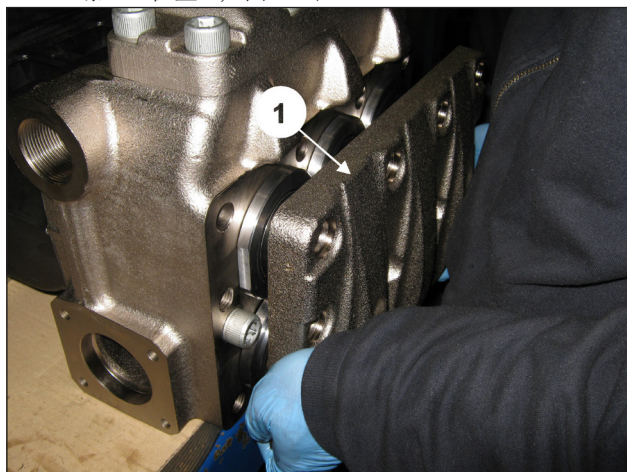
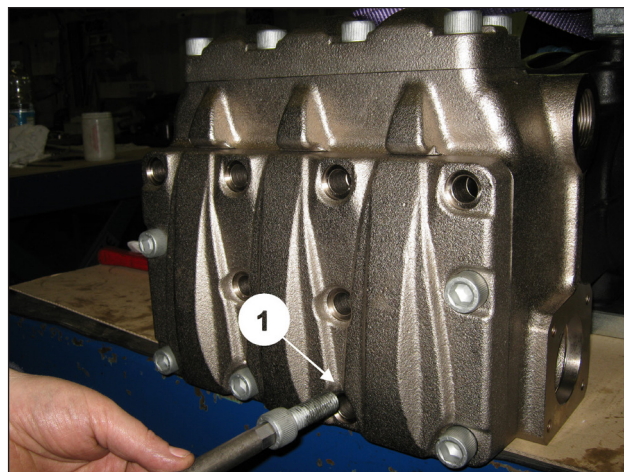

图 140
图 141
吸入阀组和密封缸套安装完毕后, 盖上吸入阀的盖子(位置①, 图 140) 并按照第3章-螺丝拧紧调节的说明拧紧6颗 M16x45螺丝 (位置①, 图 141)。